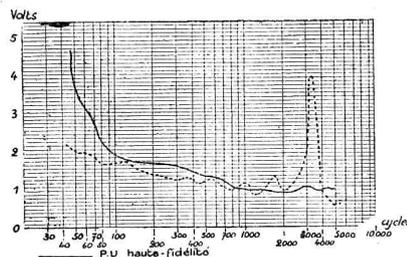

Fig. 3. — Courbes de reproduction d'un pick-up à haute-fidélité et d'un pick-up ordinaire
Au point de vue électrique, comme le montre la figure 3 représentant les courbes de réponse d'un pick-up à haute-fidélité et d'un pick-up ordinaire, ce pick-up haute-fidélité présente les avantages suivants :
c) Reproduction convenable jusqu'à 5.500 périodes environ (le pick-up ordinaire étant tout à fait défaillant au-dessus de 4.000 périodes; voir, à ce sujet, la figure 3).